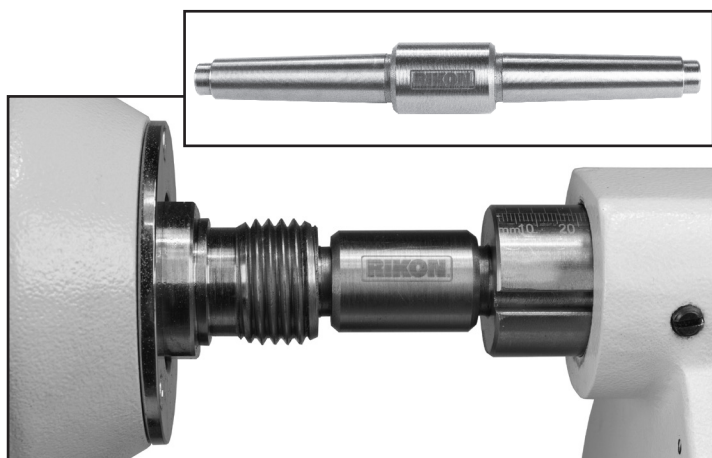

FIG. 38
3. Si las puntas no se alinean, use el Alineador de MT2-MT2 incluido (FIG. 38) para alinear el cabezal fijo con el cabezal móvil;